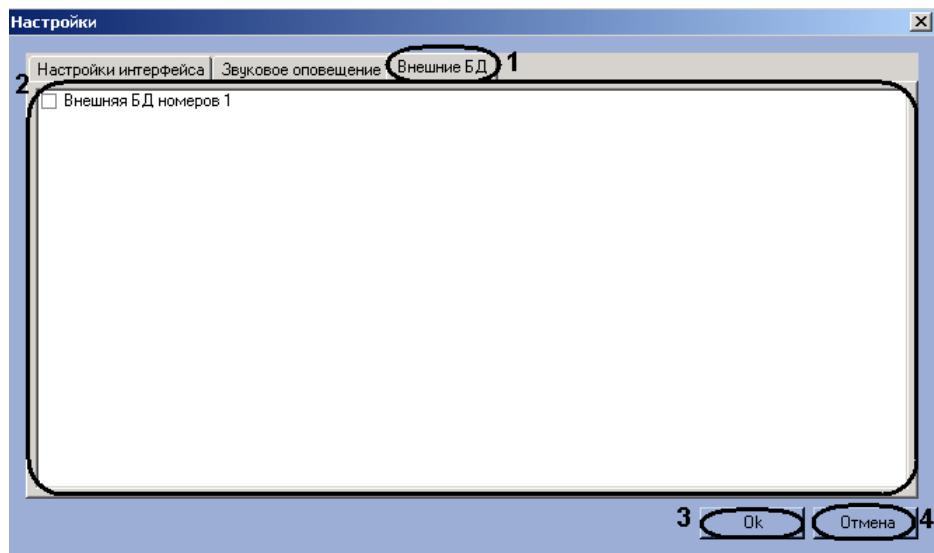

Рис. 7.8—12 Выбор внешних баз данных в качестве баз данных «Оперативного слежения»
4. Установить флагки напротив тех внешних баз данных, которые необходимо использовать в качестве баз данных «Оперативного слежения» (см. Рис. 7.8—12, 2).
5. Для сохранения внесенных изменений и закрытия диалогового окна «Настройки» нажать кнопку «OK» (см. Рис. 7.8—12, 3).